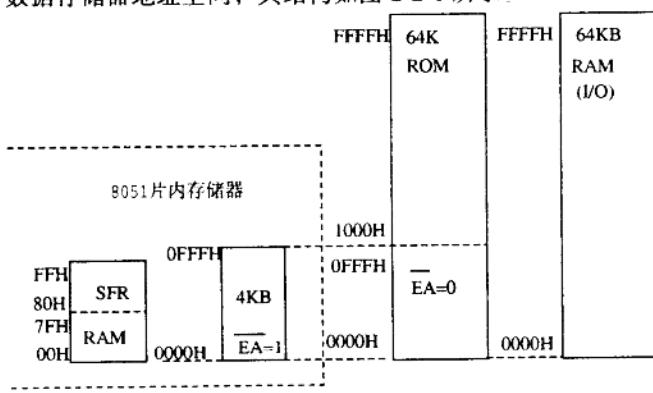

图 2-2-1 8051 存储器组织结构
(1) 片内片外统一编址 0000H~FFFFH 的 64KB，即程序存储器地址空间。
(2) 64K 片外数据存储器地址空间地址也是 0000H~FFFFH。
(3) 256B 数据存储器地址空间，其结构如图 2-2-1 所示。